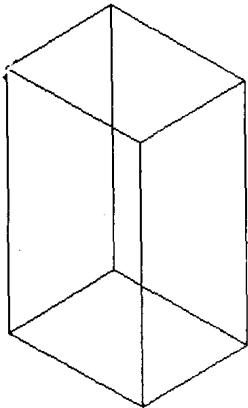

图 1.1 线框模型
(1) 线框模型。线框图形是对三维对象的轮廓描述，线框模型没有面和体的特征，它由所要体现的三维对象边框的点、直线、曲线组成。通过 AutoCAD，用户可以在三维空间中运用二维绘图的方法建立线框模型。但构成三维线框模型的每一个对象必须单独用二维绘图区绘制，对线框模型不能进行消隐、渲染等操作，如图 1.1 所示。